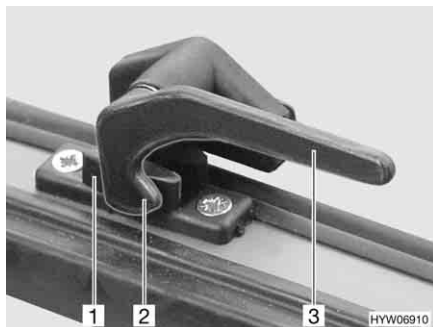

Fig. 25 Leva di serraggio in posizione "Chiuso"
- Ruotare la leva di serraggio (Fig. 25,3) di un quarto di giro verso il centro della finestra.
- Ruotare la leva di serraggio (Fig. 25,3) di un quarto di giro verso il telaio della finestra. Il nasello di chiusura (Fig. 25,2) si trova sul lato interno della chiusura della finestra (Fig. 25,1).
- In posizione "Completamente chiusa" (Fig. 25).